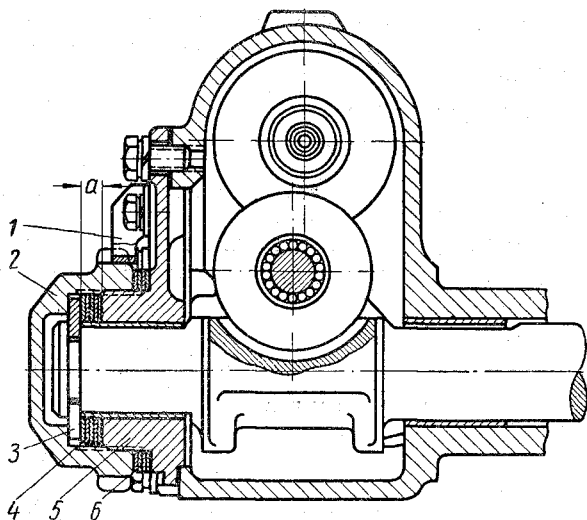

Рис. 57. Регулировка зацепления червячной пары рулевого механизма:
3. Снять стопор 1 гайки (рис. 57), отвернуть гайку 2 крышки картера, вынуть упорную шайбу 3 вала сошки и снять регулировочные прокладки.